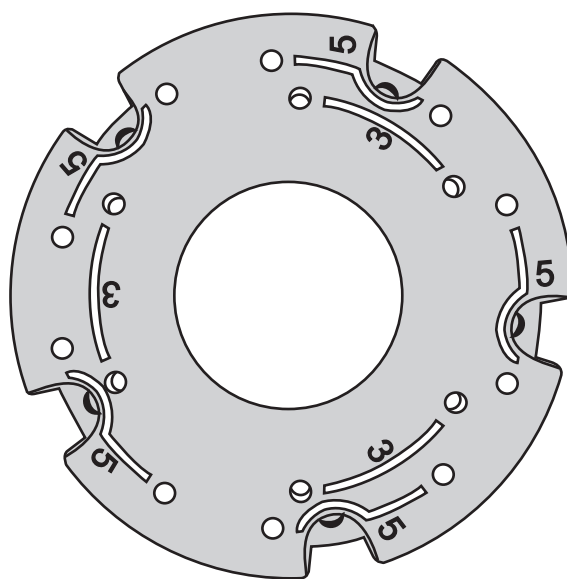

Figure 10
1. Raccordez le fil d'alimentation du ventilateur (noir) au fil noir du secteur comme illustré dans la Figure 10.
2. Raccordez le fil neutre du ventilateur (blanc) au fil neutre blanc du secteur. (Fig. 10)
REMARQUE : L'installation de ce ventilateur peut s'effectuer à l'aide des deux types de pales fournies. Veuillez vous référer au schéma important (Fig. 10) lors de la fixation des pales de votre ventilateur.